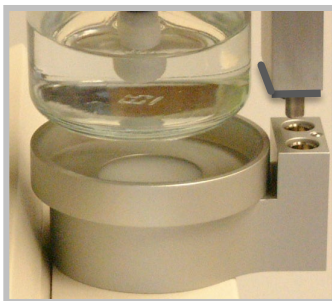

Abb. 5.3: Einstecken des Befeuchters in das Gerät
6. Stecken Sie den Befeuchter in die Steckverbindung auf der Oberseite des Geräts, im hinteren Bereich. Die aus dem Befeuchter nach unten herausragenden Verbindungsrohrchen stecken Sie, wie in Bild 5.3 gezeigt, in das Gerät.